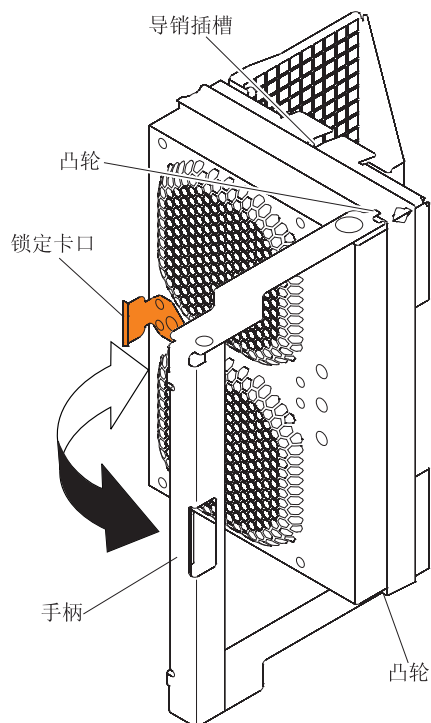

图 94. 卸下风扇组合件
- a. 在存储扩展机柜的后部，按压用于将风扇组合件手柄固定到位的锁定卡口，以卸下风扇组合件（请参阅图 94）；然后，朝着您的方向拉动风扇组合件。